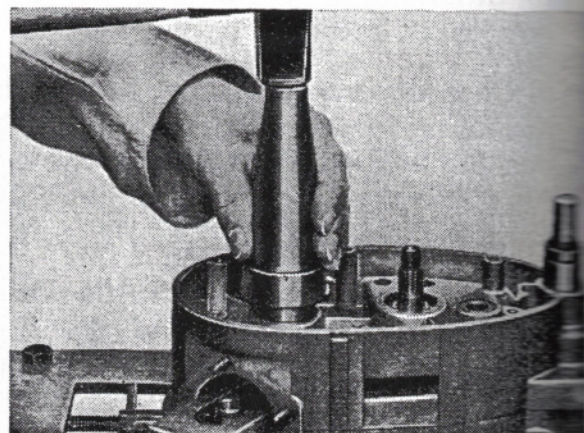

Abb. 49 Rillenkugellager bis an die Hubscheibe nachsetzen
9. Rillenlager in der rechten Gehäusehälfte mit einer Hülse oder mit dem Treibwerkzeug, Teile-Nr. 4896-71102-00.0 und 4896-71104-00.4, wie Abb. 49 zeigt, bis an die Hubscheibe nachsetzen.